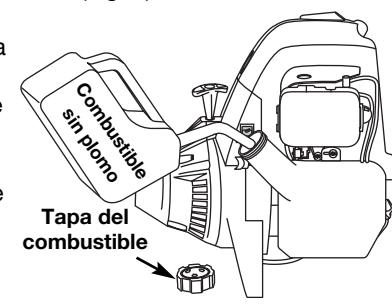

Fig. 7
- Saque la tapa de la gasolina (Fig. 7).